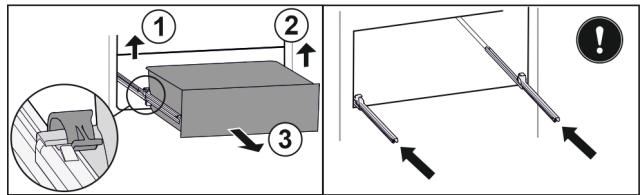

Fig. 98
- ▶ Приподнимите левый зажим и одновременно вытяните движением вперед выдвижной ящик слева. Fig. 98 (1)
- ▶ Приподнимите правый зажим и одновременно вытяните движением вперед выдвижной ящик справа. Fig. 98 (2)
- ▶ Извлеките выдвижной ящик движением вперед. Fig. 98 (3)